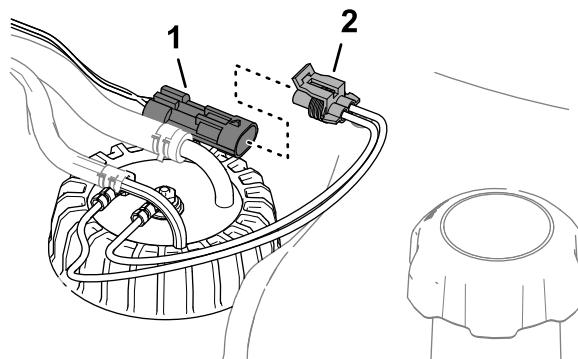

Bild 125
6. Verbinden Sie den Steckverbinder des Kraftstoff-Füllstandensors mit dem Steckverbinder des Maschinenkabelbaums (Bild 125).